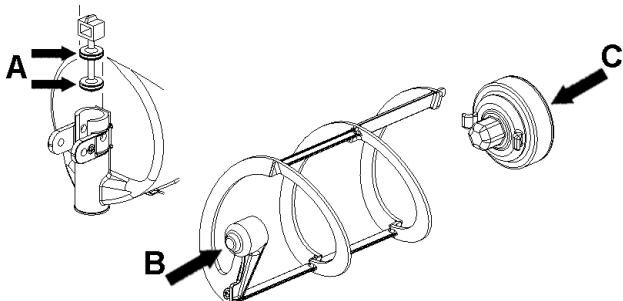

figure 12
- 2 Lubrifier le piston du robinet et le rotor magnétique extérieur (aux points A, B et C indiqués en figure 12) en utilisant uniquement la graisse fournie par le fabricant ou d'autres **graisses à usage alimentaire**.